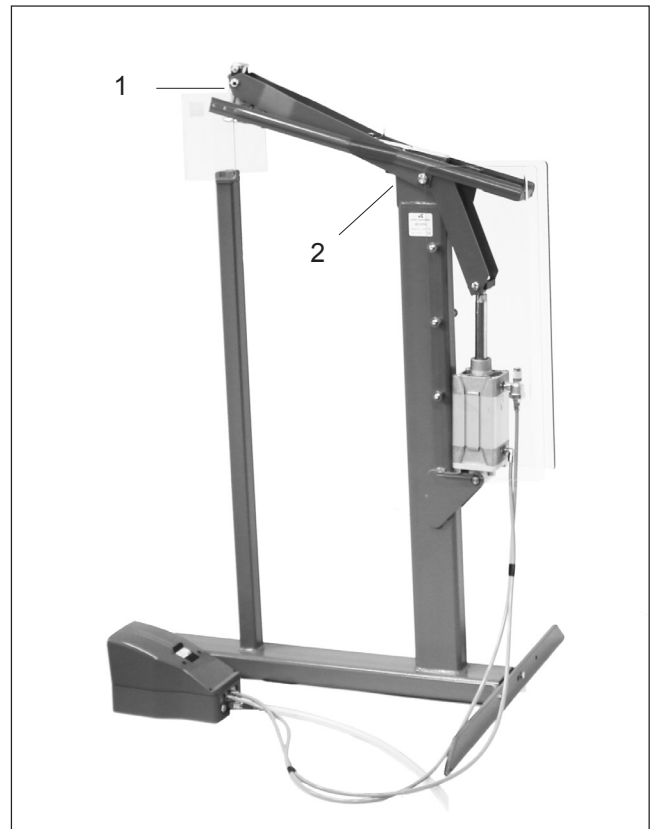

Fig. 15
2. Zwei Sechskantschrauben (Fig. 15/1) oben am Gestänge entfernen.
3. Zwei Zylinderschrauben (Fig. 15/2) mit denen der Heftkopf hinten befestigt ist entfernen.